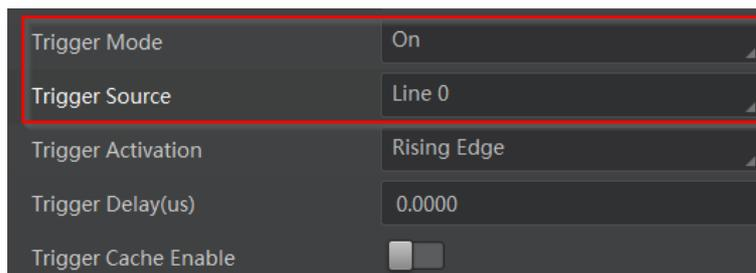

图3-10 Line 0/Line 2 设置为触发源
2. *Trigger Source* 参数下拉选择 *Line 0* 或 *Line 2*，如图 3-10 所示。